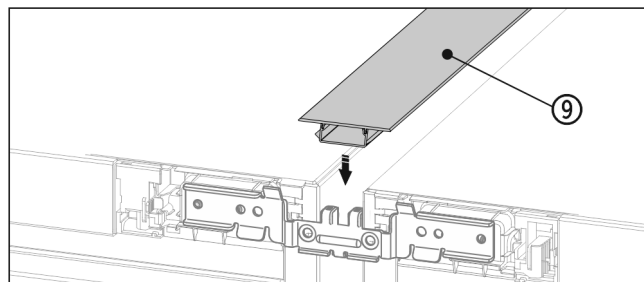

Fig. 20 *
- Wcisnąć krótką listwę zakrywającą Fig. 20 (9) na powierzchni górnej do szczeliny poziomej.*